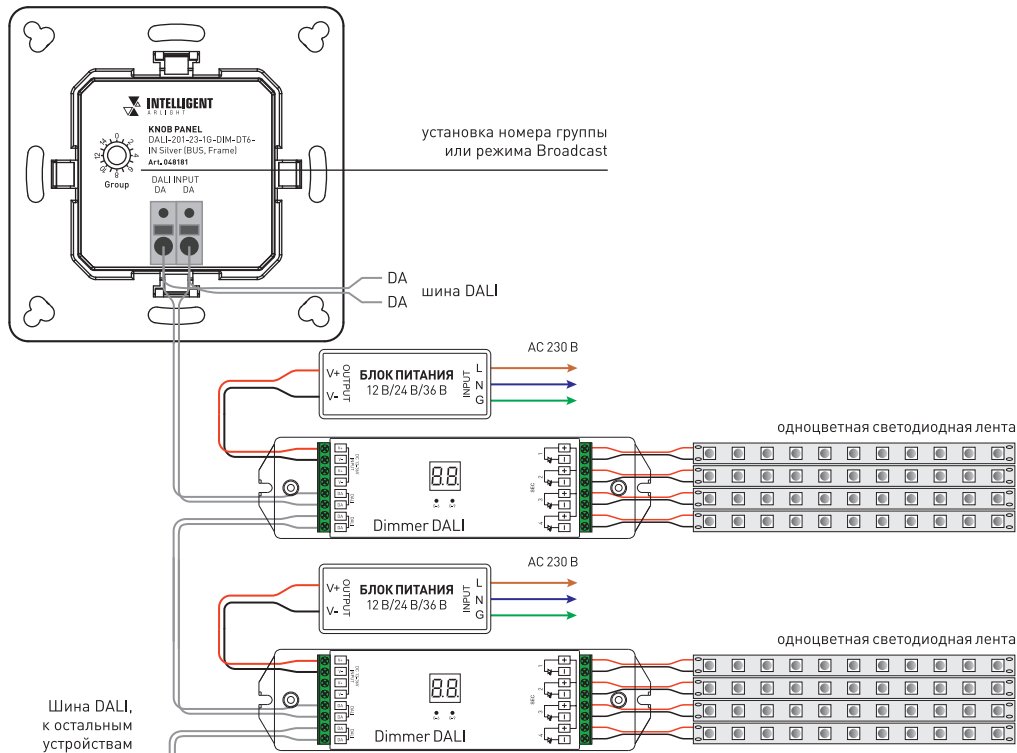

Рис. 1. Пример схемы подключения панели
- 3.3. Подключите диммеры DALI и блок питания к шине. Пример схемы подключения панели и диммеров приведен на Рис. 1. Подробнее о подключении совместно используемого оборудования смотрите в инструкциях к подключаемому оборудованию.